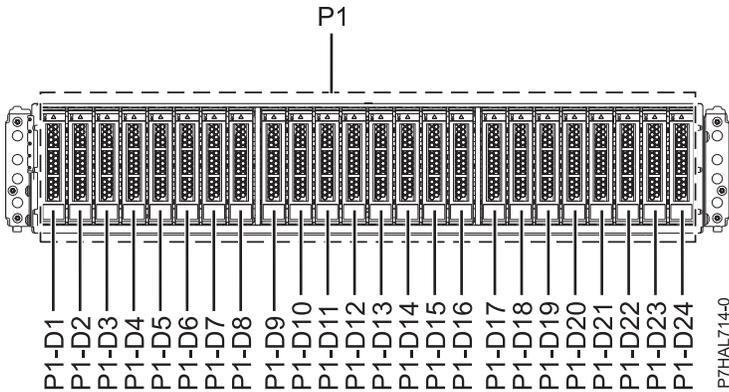
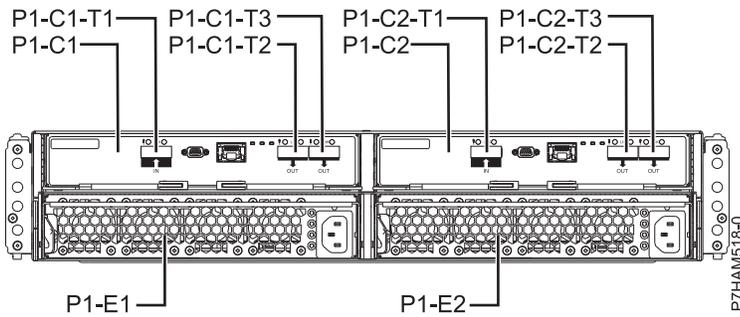

Abbildung 5. Vorderansicht des Plattenlaufwerkgehäuses 5887 mit den Positionen der Plattenlaufwerke
Abbildung 6. Rückansicht des Systems 5887 Plattenlaufwerkgehäuse
1. Ermitteln Sie das Teil und das Gehäuse, an dem Sie arbeiten möchten. Die Steckplätze für Plattenlaufwerke und Solid-State-Laufwerke befinden sich an der Vorderseite des Gehäuses. In Abb. 5 auf Seite 8 und Abb. 6 auf Seite 8 werden die Vorder- und Rückansicht des Gehäuses und die Positionen der Plattenlaufwerke im Gehäuse angezeigt.